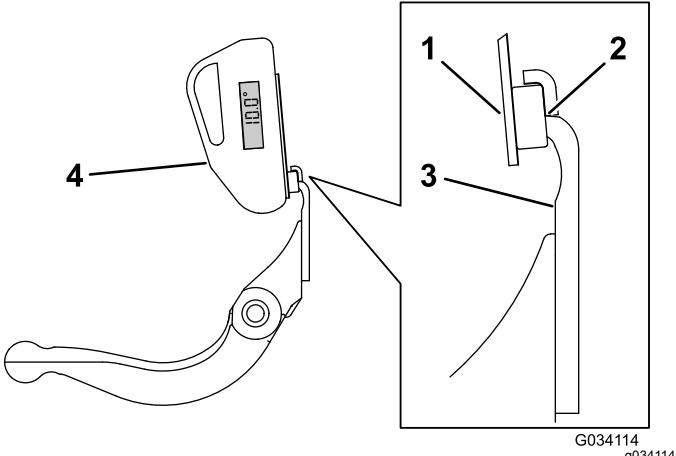

図 25
3. 傾斜計マウントのマグネットのエッジがベッドナイフのエッジに密着するように、ベッドナイフのエッジに傾斜計マウントをセットする**図 25**。
4. 図 25に示すようにマウントに傾斜計を取り付ける。